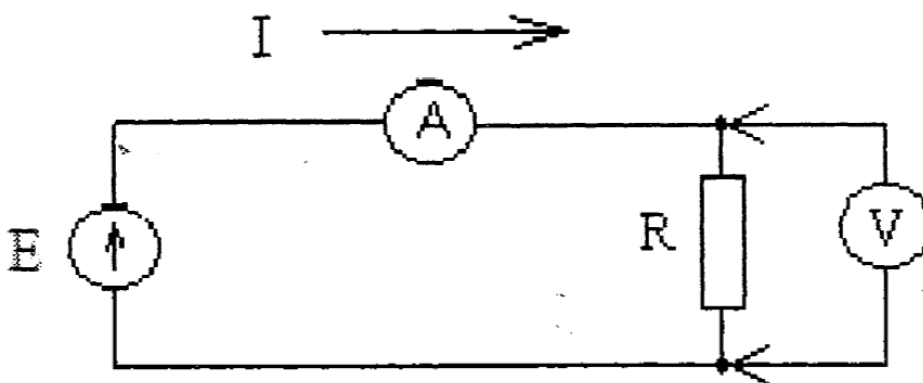

Рис. 2. Экспериментальная схема
2. Собрать схему, рис. 2, где в качестве R используется сопротивление, E - источник постоянного напряжения, A и V - амперметр и вольтметр.